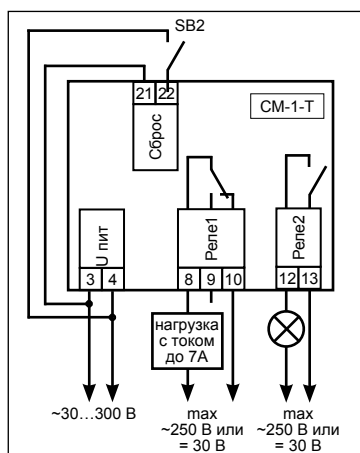

Рисунок 2. Подключение СМ-1-Т
6.2 Подключите кабель питания на винтовые контактные колодки (Рисунок 2).